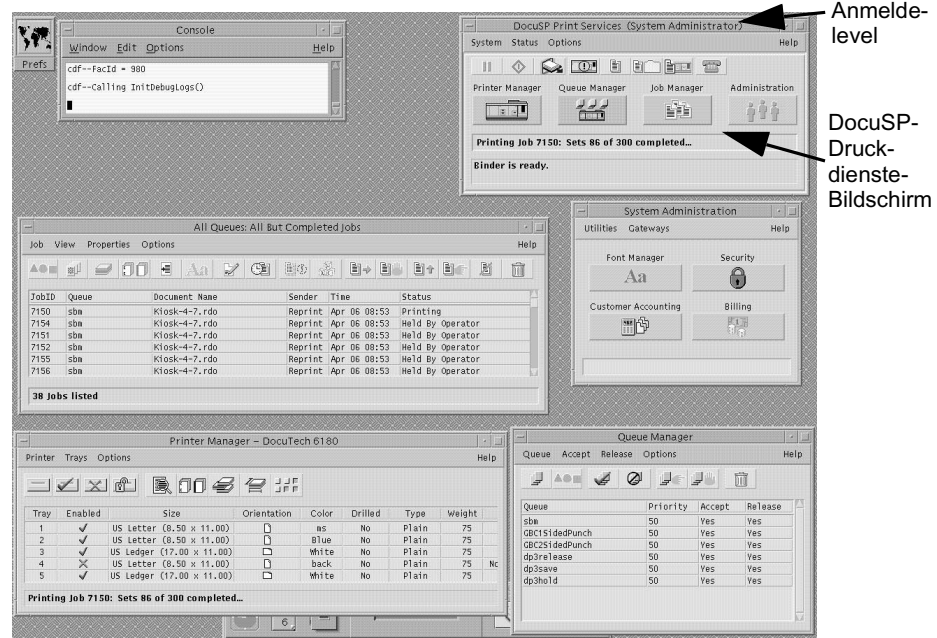

Abbildung 1-1: 61XX Monitorbildschirm
- a) Gehen Sie zum Print Services Screen (Druckdienstebildschirm) des DocuSP wie in Abbildung 1-1 gezeigt.